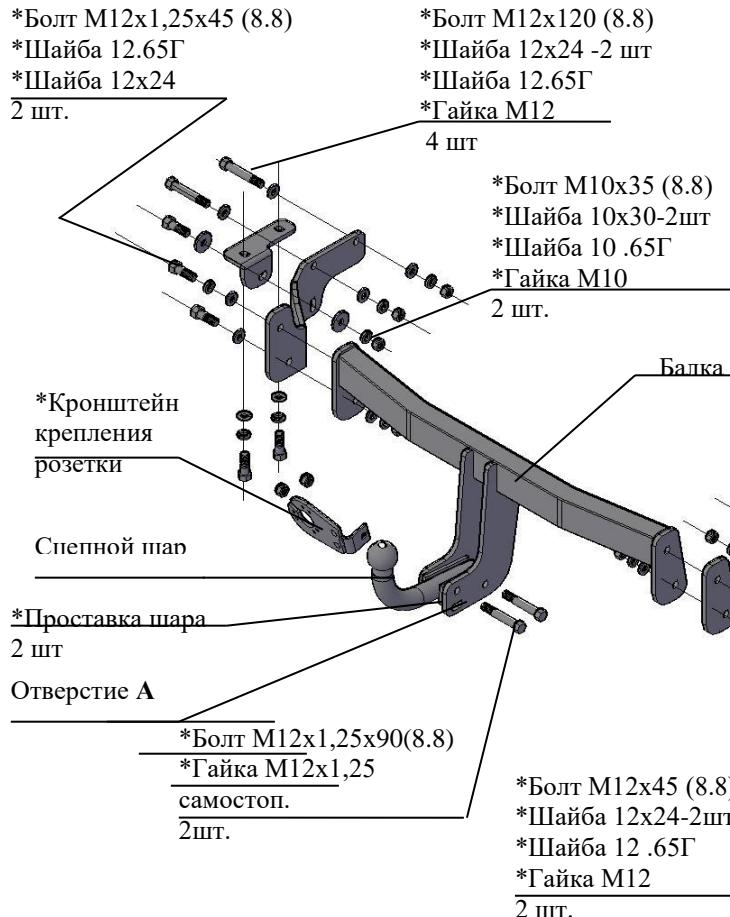

Рис.1 Тягово-сцепное устройство 7231
2.1 ТСУ 7231 в сборе (рис.1)	1 шт.
2.2 Пакет с комплектующими (см. рис.1)	1 шт.
4.2 Закрепить боковые съемные кронштейны ТСУ (правый и левый соответственно рис.1) к боковым внутренним полкам лонжеронов а/м болтами M12x120 гайками M12 , подложив под головки болтов шайбы 12x24, под гайки - шайбы 12.65Г и шайбы 12x24. Крепеж не затягивать.
4.3 Закрепить угловые боковые съемные кронштейны ТСУ (правый и левый соответственно рис.1) к нижним полкам лонжеронов а/м болтами M10x1,25x35 (используя штатные приварные гайки), подложив под головки болтов шайбы 10.65Г и шайбы 10x30. Крепеж не затягивать.